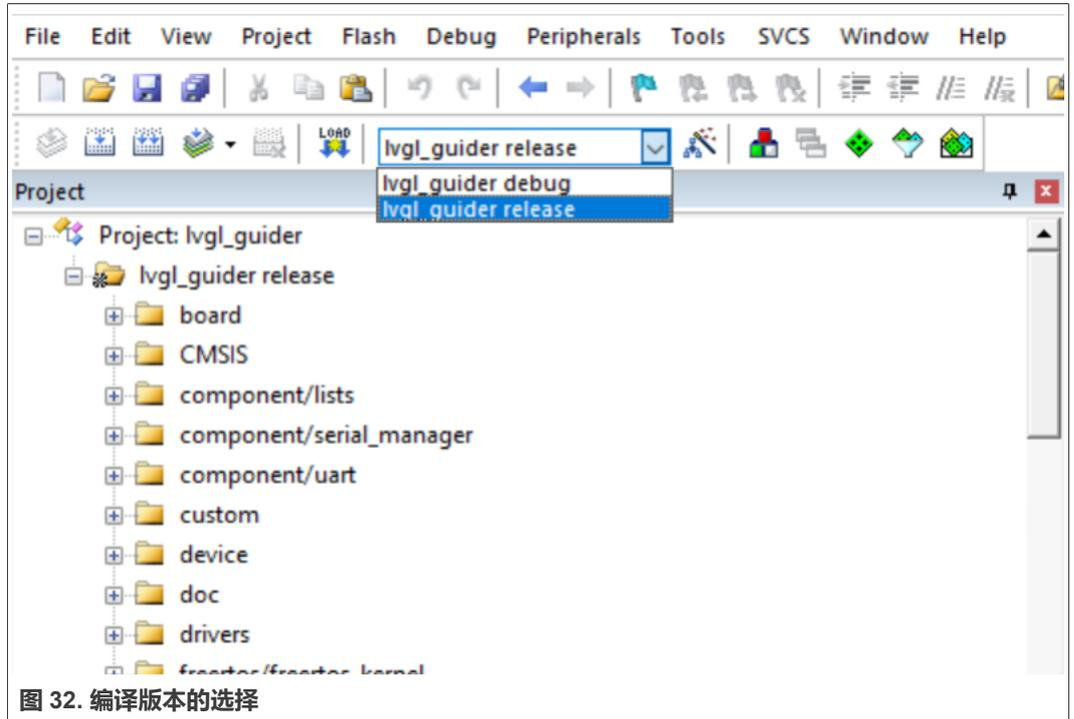

图 32. 编译版本的选择
- 使用发布版本编译代码。图 32展示了 Keil IDE 中编译版本的选择。